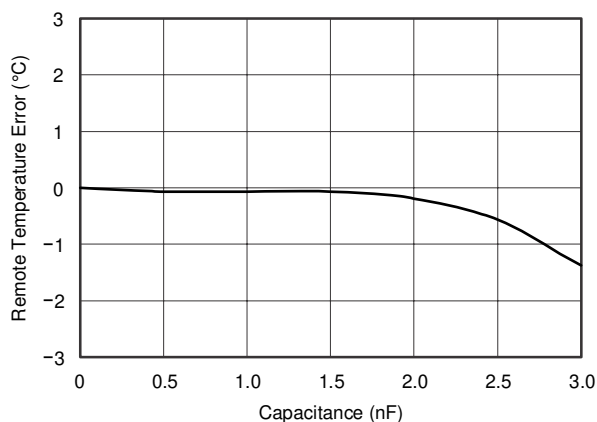
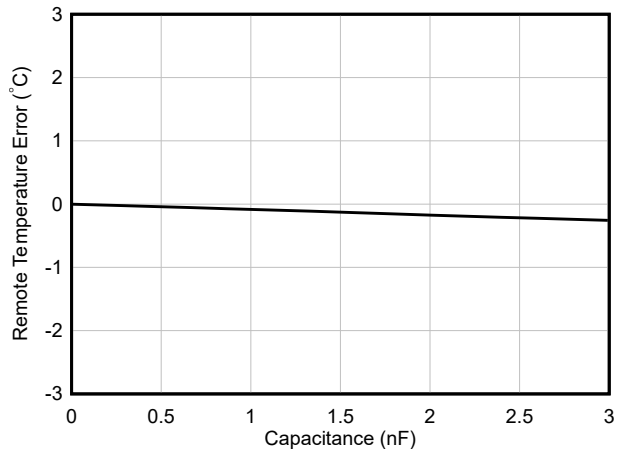
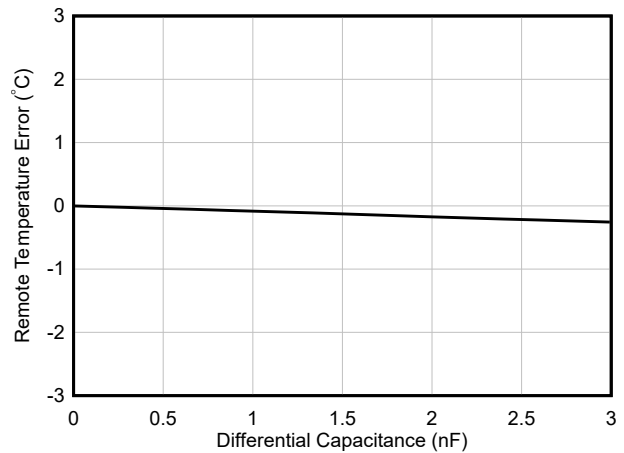

图 6-12. 远程温度误差与差分电容间的关系 (旧芯片)
图 6-13. 远程温度误差与差分电容间的关系 (新芯片)
图 6-27. 远程温度误差与差分电容之间的关系
- 在大多数应用中， C_{DIFF} (可选) 必须小于 1000pF 。 C_{DIFF} 的选择取决于具体应用；请参阅 滤波 部分、图 6-12 (新芯片请参阅 图 6-13) 以及 图 6-27。
TMP411/TMP411D 可承受高达 $1000pF$ 的差分输入电容，同时将温度误差变化降至最低。图 6-12 (新芯片请参阅图 6-13) 和图 6-27 展示了电容对测得远程温度误差的影响。